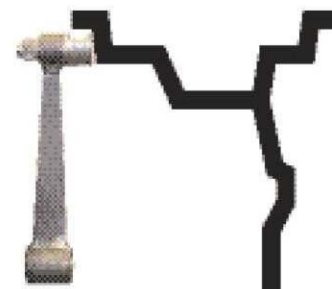

Рис. 10.1
10.2. Данная модель СБ снабжена устройством, позволяющим автоматически вводить диаметр "d" колеса и дистанцию "А". Для этого необходимо, взяв за рукоятку, вытянуть из корпуса СБ штангу ввода параметров, подвести палец на конце рукоятки к месту установки корректирующих грузов на внутренней стороне обода (см. рис. 10.1) и удерживать штангу в этом положении до появления звукового сигнала, после чего возвратить штангу в исходное положение.